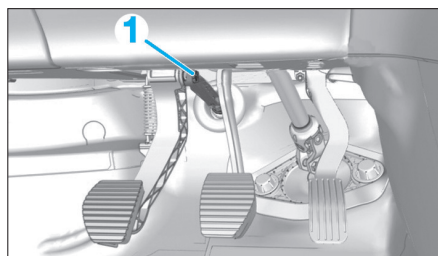

Fig. 2
- Dégrafer la tige du cylindre émetteur d'embrayage (1) (Fig.2).